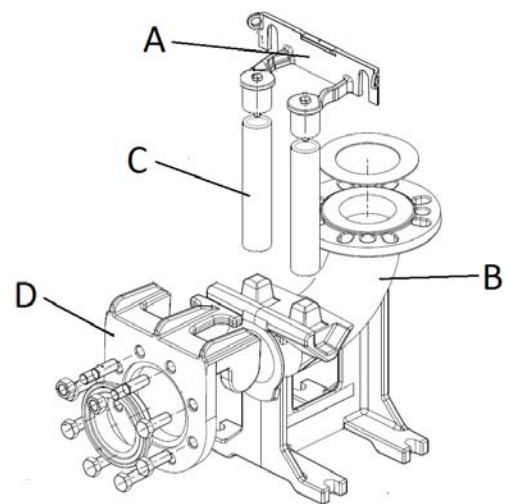

Fig. 5
- Fäst förankringsbygeln för styrrören (fig. 5 - pos. A) i tankens kant.
- Placera stödfoten för automatisk förankring (fig. 5 - pos. B) på brunnens botten. Använd ett lod för att kontrollera att de koniska utstickan för anslutning av styrrören är helt lodräta i förhållande till motsvarande utstick på förankringsbygeln på tankens kant. Kontrollera även planheten med hjälp av ett vattenpass.
- Märk ut läget för hålen på stödfoten. Fastställ därefter styrrörens (fig. 5 - pos. C) exakta längd.
- Montera specialflänsen (fig. 5 - pos. D) med slid och skena på pumpens utloppsrör. Haka fast vajern eller kedjan vid handtaget eller hålet upptill på pumphuset.